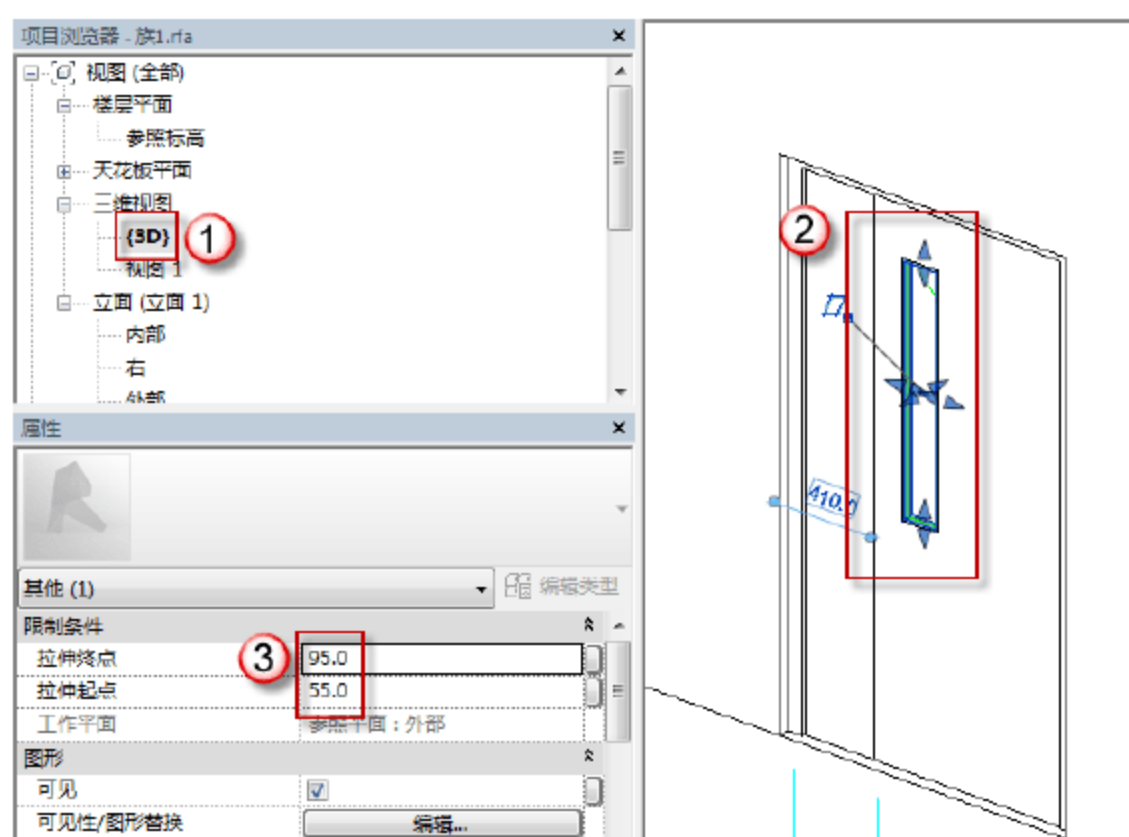

图 6.1.99 子母门中部窗窗框的位置及厚度
(19) 修改子母门中部窗窗框的位置及厚度。选择“项目浏览器”中的“立面(立面1)”→“{3D}”选项，可以进入子母门中部窗窗框的 3D 视图，选择绘制好的窗框，打开“属性”面板，在“拉伸终点”中输入“95”字样，在“拉伸起点”中输入“55”字样，如图 6.1.99 所示。